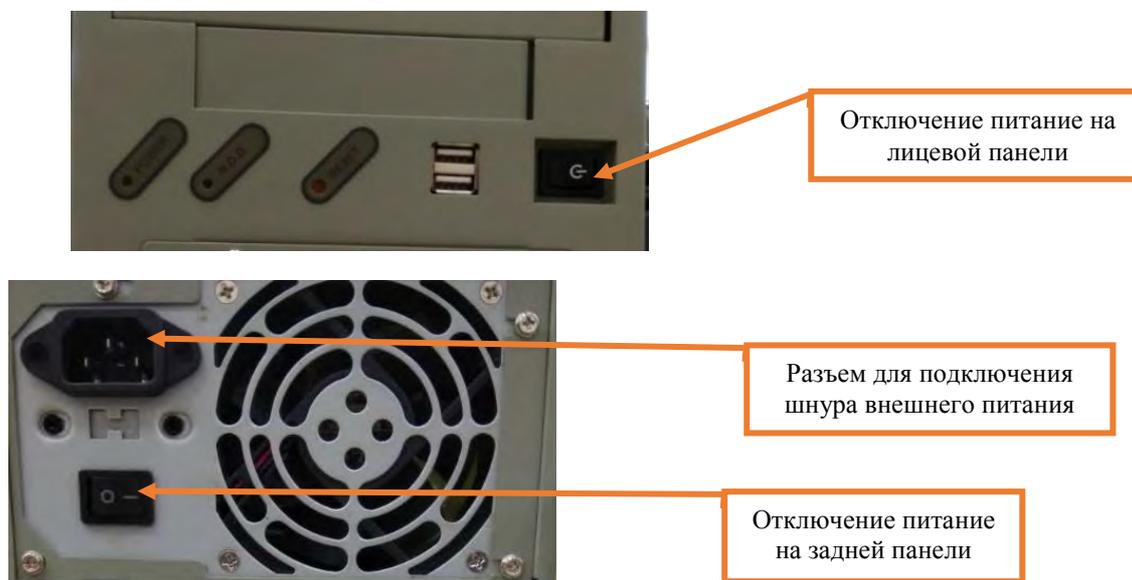

Рисунок 2. Отключение питания системного блока.
7.1.3. Отключить питание на лицевой и задней панели системного блока, изъять шнур для подключения питания из розетки «220 В», затем из разъема на системном блоке (Рисунок 2).
7.1.18. Подключить разъем внешнего источника питания к системному блоку, затем вставить вилку шнура кабеля питания в розетку «220В». Нажать тумблер подачи питания сначала на задней панели системного блока, затем на лицевой панели системного блока (Рисунок 2).